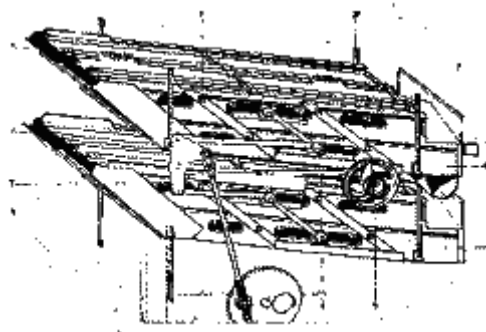

Рис. 6. Решетные станы: 1 - рамка решетная; 2 — эксцентриковый зажим; 3 — подвеска-пружина; 4 — боковина; 5 — эксцентриковый вал; 6 — шатун; 7 — щетки.
Зерновой материал, прошедший очистку воздухом и разделенный на две равные части, попадает на верхний и нижний станы (рис. 6). Процесс очистки на верхнем и нижнем станах совершенно одинаков.
4.2. Решетные станы. Машина ОВС-25 имеет два решетных стана (верхний и нижний), работающих параллельно (рис. 6). Приемная камера делит зерно на две равные части. Одна часть затем проходит очистку на верхнем, другая - на нижнем решетных станах.